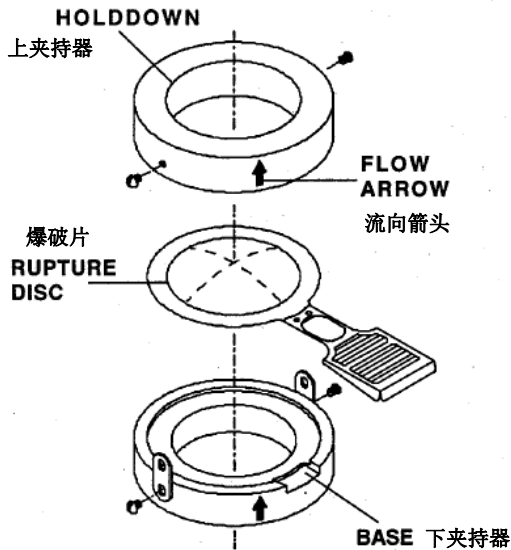

图 5 - 插入式夹持器
1. 将爆破片放在爆破片夹持器的底部, 将铭牌标签着“泄放口”的那面指向与底座流向箭头相同的方向 (见图 5)。